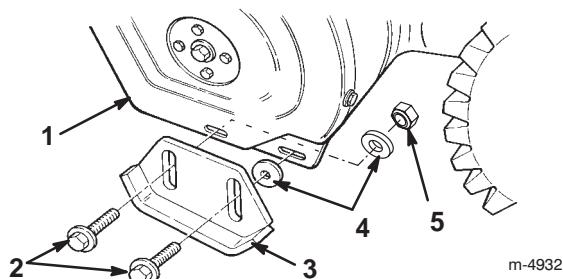

Bild 10
- Entfernen Sie die beiden Bundbolzen und Flachscheiben, mit denen die Enden der Schürfleiste an den Seitenplatten befestigt sind (Bild 10).
- Bringen Sie eine Scheibe zwischen jeder Kufe und der Seitenplatte an (Bild 10). Ziehen Sie die Bolzen nicht fest.
- Bringen Sie eine Scheibe und eine Sicherungsmutter hinter der Seitenplatte (an der Innenseite) an (Bild 10). Ziehen Sie die Bolzen nicht fest.